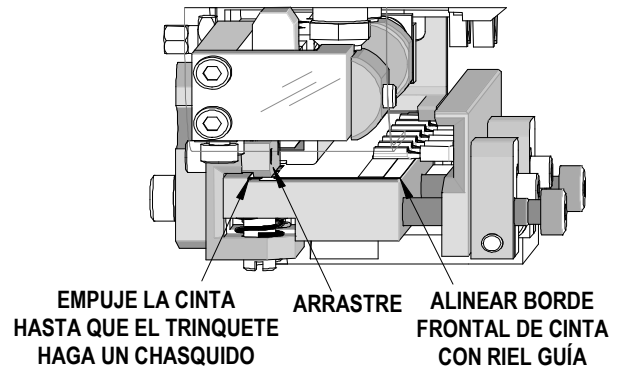

Figura 2-36
5. Para cintas delgadas (1 1/8 pulg. de anchura), alinee el borde frontal de la cinta con el borde frontal del riel guía y empuje suavemente la cinta en el riel guía hasta que alcance los trinquetes de alimentación (los trinquetes se "engancharán" en los orificios de alimentación de la cinta). El procedimiento es el mismo para cintas más anchas (1 7/16 pulg.), pero el borde frontal se proyectará aproximadamente 8 mm (0.3 pulg.) desde el frente del riel guía. Véase la Figura 2-36.